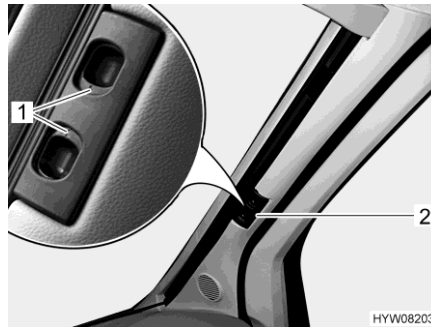

Bild 81 Plisségardin (vindruta)
- Tryck in låshandtagen (Bild 81,1) och håll dem intryckta.
- Håll plisségardinerna för vindrutan i handtaget (Bild 81,2) och dra dem mot fönstrets mitt.
- Skjut de två hälfterna av plisségardinerna för vindrutan utåt så långt det går, ta tag i handtaget (Bild 81,2). Dra upp handtaget till samma höjd som låsspåret.
- Släpp låshandtagen (Bild 81,1) och låt dem haka fast.